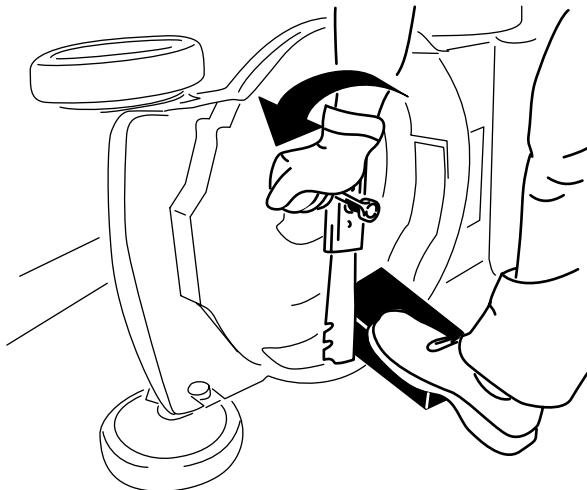

図 29
3. 角材などを使ってブレードをしっかりと保持する図 29。
4. ブレードを取り外す。外したボルト類はすべて保管する図 29。